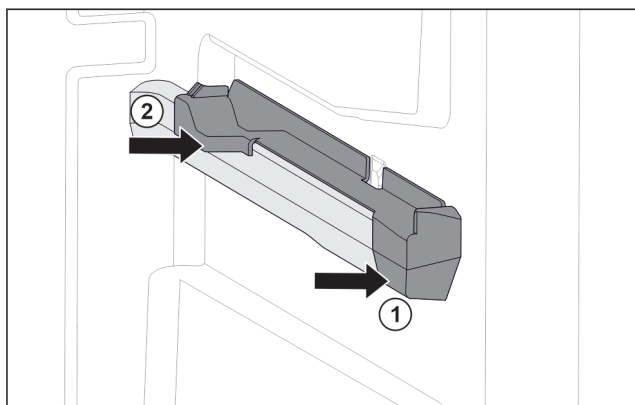

Fig. 115 Nasazovací díl na pravém žebrování na nádoby
- Nasadte nasazovací díl na žebrování na nádoby. Fig. 115 (1)
- Přitlačte nasazovací díl k zadní části. Fig. 115 (2)